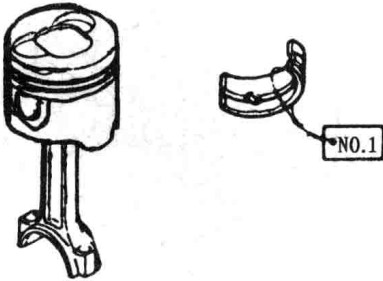

图 1-1 在轴承上作标记
①连杆轴承。拆卸时,若还要重新安装连杆轴承,应在每个轴承上作标记,如图 1-1 所示,以便安装时,保持原有的磨合关系。